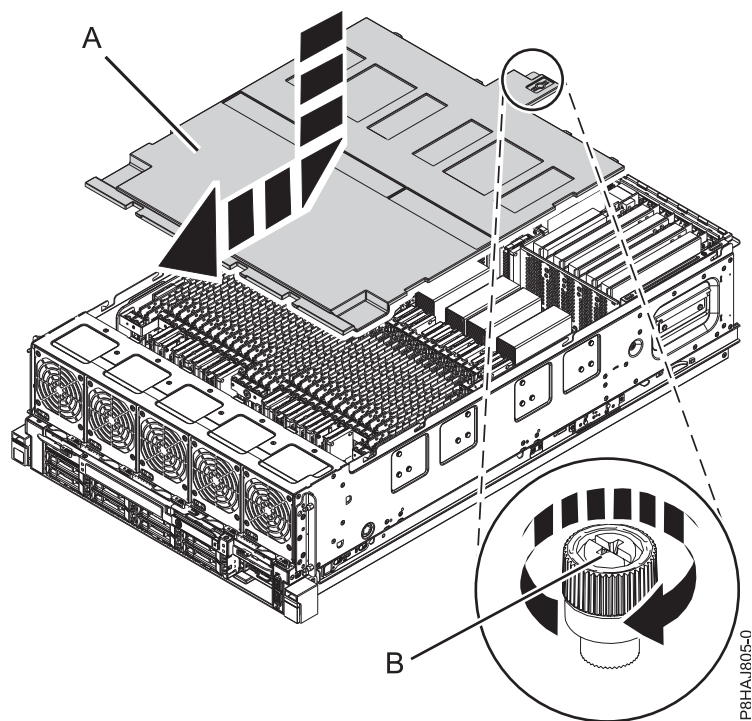

図 41. 安全カバーの再取り付け
2. 安全カバー (A) をシャーシ方向に押します。
3. つまみねじ (B) を、91 ページの図 41 に示されている方向に回転させて締めて、安全カバーをシャーシに固定します。